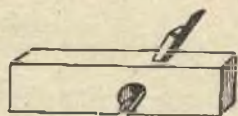

Fig. 14
*Pialla ad incastro* - Variatissimi sono i tipi di queste pialle nelle quali generalmente il ferro ha la larghezza della suola del fusto. Alcuni tipi sono muniti di guida su di un lato del fusto (fig. 14). Serve per incastri e denti di unione.